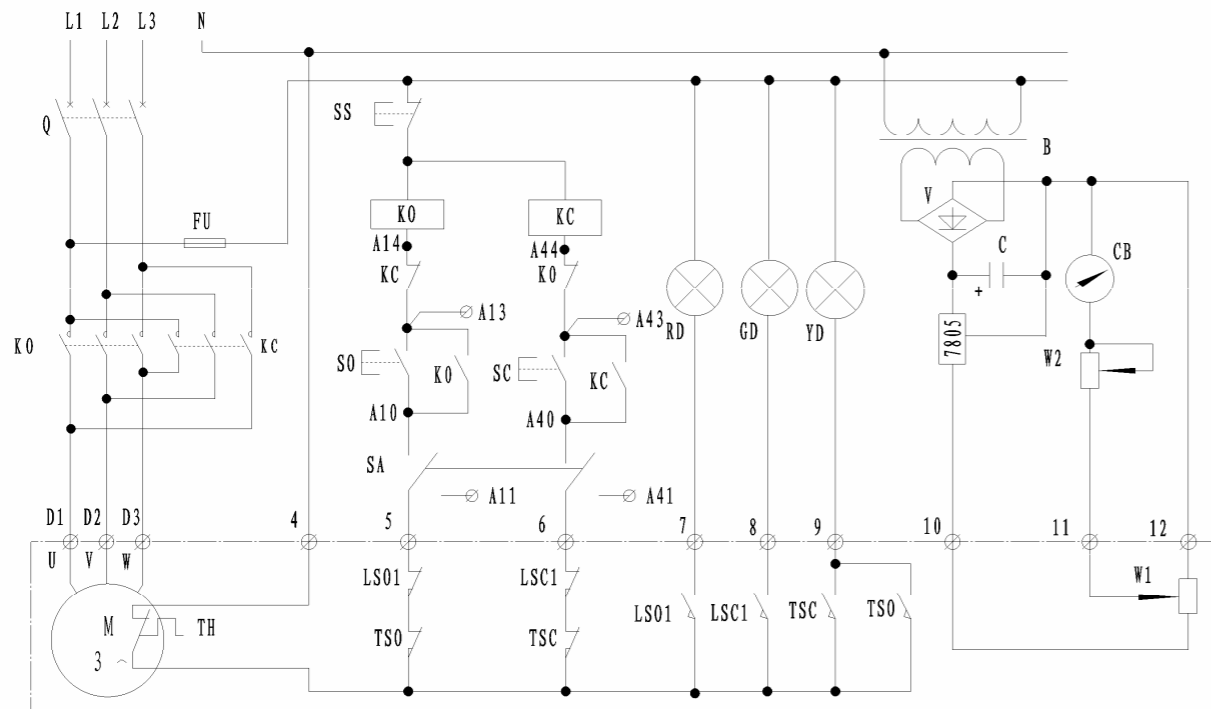

图 7 常规型电气原理图
6.1 常规型电气控制原理图见图 7 (注: 虚线框内电气元件在电动装置内)